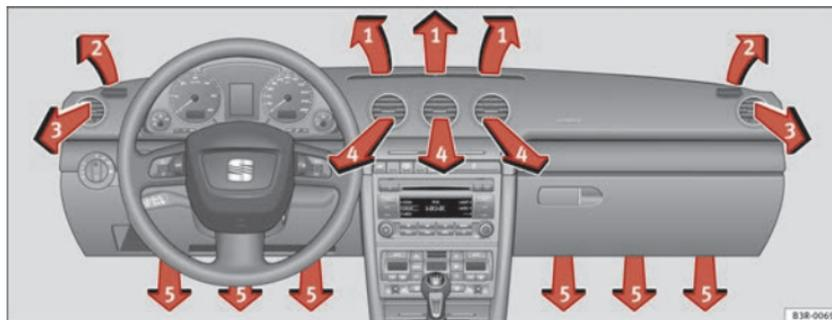

Fig. 132 Painel de instrumentos: Disposição dos difusores de ar
Os difusores de ar ⇒ Fig. 132 ③ e ④ podem ser operados da seguinte forma.
Os três botões têm o seguinte significado. Os números dizem respeito aos difusores de ar ⇒ Fig. 132. ▶
Após desligar a ignição, o motor do ventilador funciona com a energia que lhe é fornecida pelo tecto solar. Para conseguir uma óptima ventilação, devem estar abertos os difusores 3 e 4 ⇒ Fig. 132.